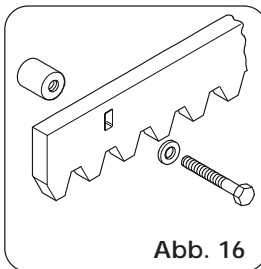

Abb. 16
4.4.2. ZAHNSTANGE AUS STAHL ZUM ANSCHRAUBEN (Fig. 16)